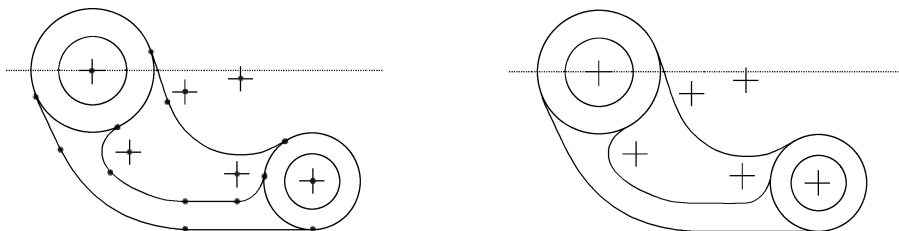

图3-8 显示顶点和不显示顶点的对比
(4) :【显示顶点】按钮。单击该按钮,可切换截面顶点显示的开/关,控制草图中是否显示顶点。图3-8是显示顶点和不显示顶点的对比。